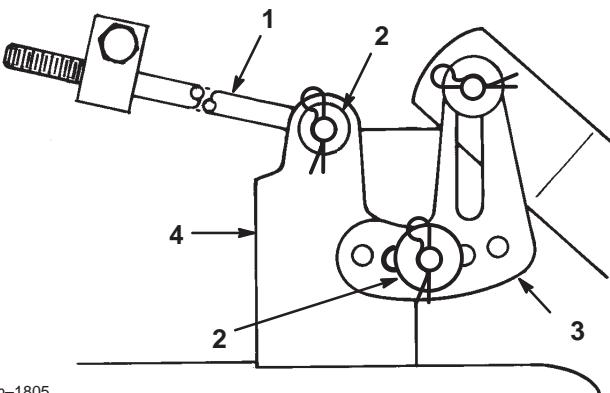

Bild 42
7. Schieben Sie das Ende der langen Stange durch das Loch im Schneidwerkträger (Bild 42). Bringten Sie die Scheibe und den Splint an, um die Stange abzusichern. Wiederholen Sie diesen Schritt an der anderen Schneidwerkseite.
8. Montieren Sie den geschlitzten Schneidwerkknivellierbügel am Stift am Schnitthöhenarm (Bild 42). Bringen Sie die Scheibe und den Splint an, um das Schneidwerk abzusichern. Wiederholen Sie diesen Schritt an der anderen Schneidwerkseite.